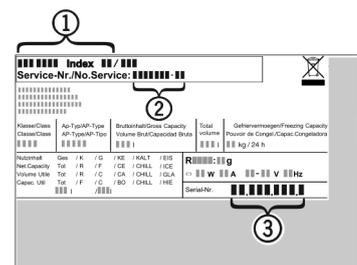

Fig. 3
- ▶ Gerätebezeichnung Fig. 3 (1), Service-Nr. Fig. 3 (2) und Serial-Nr. Fig. 3 (3) vom Typenschild ablesen. Das Typenschild befindet sich an der linken Geräteinnenseite.
- ▶ Den Kundendienst benachrichtigen und den Fehler, Gerätebezeichnung *Fig. 3 (1)*, Service-Nr. *Fig. 3 (2)* und Serial-Nr. *Fig. 3 (3)* mitteilen.